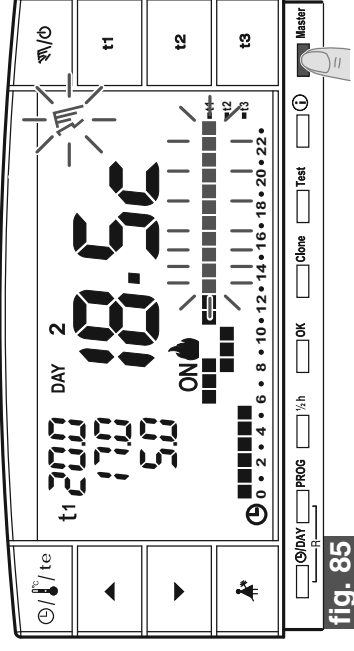

fig. 85
- Pulsar por un instante el botón "Master", en la pantalla desaparece el mensaje **Máster**: el cronotermostato permanece en funcionamiento "manual temporal" y las zonas asignadas al máster vuelven a ser controladas por los respectivos transmisores. (ejemplo fig. 85).